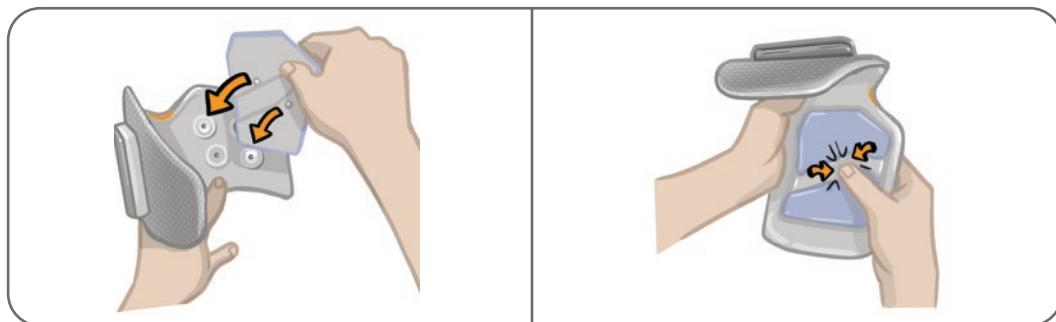

Figura 6-4: Allineamento e fissaggio dell'elettrodo Quick Fit
5. Assicurarsi che le protezioni ad aggancio del gambale siano presenti. Allineare i bottoni automatici arancione e celeste sull'elettrodo Quick Fit con i corrispondenti fori di connessione arancione e celeste sul gambale per la parte inferiore della gamba (Figura 6-4).
6. Premere con decisione per agganciare l'elettrodo Quick Fit al gambale per la parte inferiore della gamba (Figura 6-4).